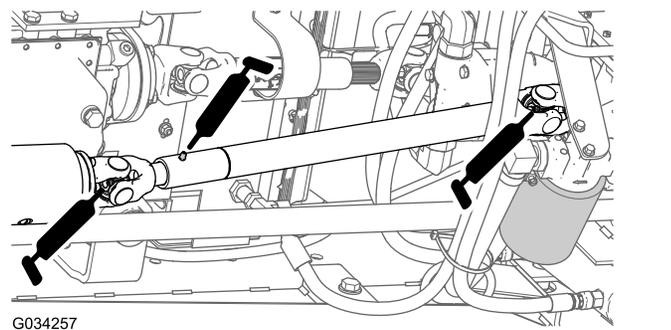

Рисунок 40
- Ведущий вал (3 шт.) (Рисунок 40)